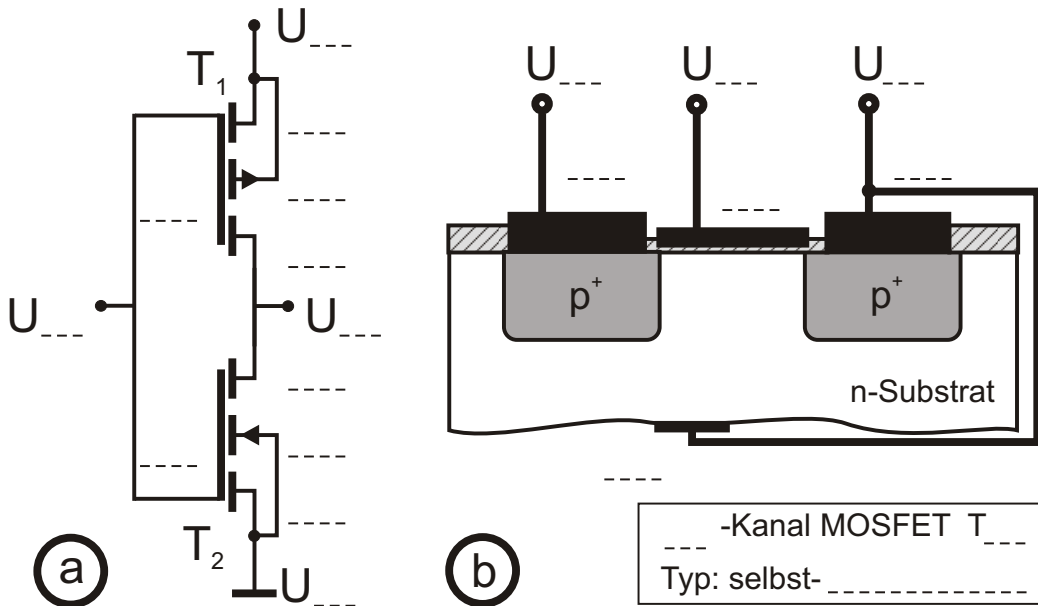

Abb. 4.1: (a) CMOS-Inverter (b) Querschnitt eines integrierten MOSFET
4.1 Gegeben sei ein CMOS-Inverter in Abb. 4.1 (a) und der Querschnitt eines integrierten MOSFET nach Abb. 4.1 (b). Zu diesem sind folgende Materialkonstanten und Kenngrößen bekannt:
- Tragen Sie in Abb. 4.1 (a) die Anschlussbezeichnungen beider Transistoren (S, G, D, B) ein!
- Welchem Transistor des CMOS-Inverters nach Abb. 4.1 (a) entspricht der Querschnitt nach 4.1 (b) und um was für einen Typ von MOSFET handelt es sich? Tragen Sie die Lösungen in das dafür vorgesehene Kästchen in Abb. 4.1 (b) ein!
- Tragen Sie die Spannungen an den Anschlüssen in Abb. 4.1 (b) analog zu Abb. 4.1 (a) ein und kennzeichnen Sie auch in Abb. 4.1 (b) die Anschlussbezeichnungen (S, G, D, B)!
- Welche Ladungsträger sind bei diesem Bauelement (Abb. 4.1 (b)) für den Stromtransport verantwortlich?